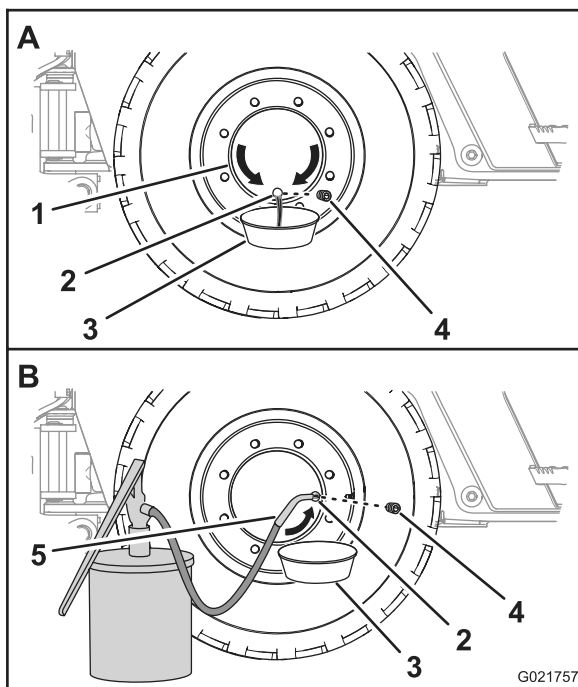

Figura 63
- Spostate la macchina avanti o indietro al fine di posizionare il tappo dell'olio del mozzo nella posizione delle ore 6 nell'orologio (Figura 63).
- Spostate la macchina avanti o indietro al fine di posizionare il tappo dell'olio del mozzo nella posizione ore 3 o ore 9 nell'orologio (Figura 63).
- Mettete una bacinella di spurgo sotto il tappo dell'olio del mozzo della ruota (Figura 63).
- Togliete il tappo di spurgo e lasciate defluire l'olio dal rotismo planetario (Figura 63).